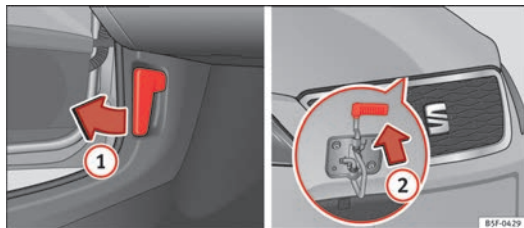

Fig. 160 Palanca de desbloqueo en el espacio reposapiés del conductor y leva bajo el capó.
- Tire de la palanca que hay por debajo del tablero de instrumentos en la dirección de la flecha ① ⇒ fig. 160.
- Haga presión hacia arriba sobre el saliente situado debajo del capó ⇒ fig. 160 ②. Al hacerlo, el gancho de sujeción queda desbloqueado.